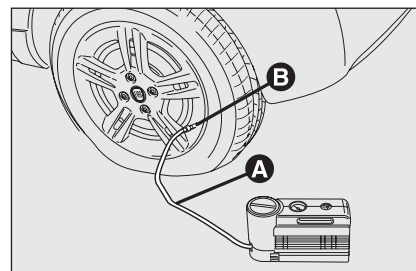

fig. 5
- ❑ Serrer le frein à main. Dévisser le capuchon de la valve du pneu, enlever le tuyau flexible de remplissage **A**-fig. 5 et visser la bague **B** sur la valve du pneu.